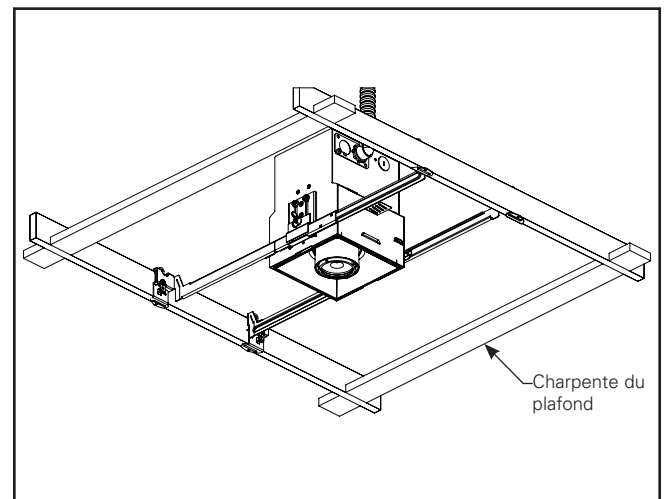

Figure 1.4.
4. Une fois les connexions effectuées, fixez l'unité aux pieds des barres de suspension dans le bas de la charpente (Figure 1.4).